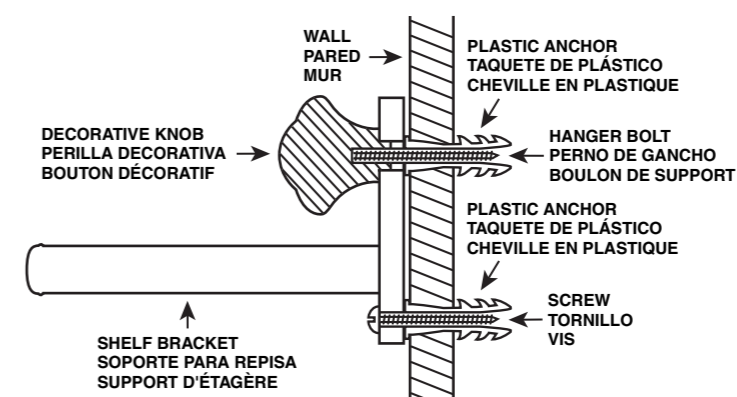

Fig. 3
4. In the center of the mark, drill a 5/32" dia. hole 1-1/2" deep. If you do not hit a stud, use the plastic anchor provided. This will require opening the hole diameter to 5/16". To install the plastic anchor, push it into the hole until flush to the wall. Screw the blunt end of the hanger bolt into the decorative knob. Using the decorative knob, screw the shelf assembly to the wall, **Fig. 3**.
4. En el centro de la marca, taladre un agujero de 0,4 cm (5/32") de diámetro y 3,8 cm (1-1/2") de profundidad. Si taladra en una pared hueca, utilice el taquete de plástico que viene incluido. Para esto necesitará ampliar el diámetro del agujero a 0,8 cm (5/16"). Después, introduzca el taquete hasta que quede al nivel de la pared. Atonille en la perilla decorativa el extremo romo del perno de gancho. Atonille la perilla decorativa, para sujetar el conjunto de la repisa a la pared, **Fig. 3**.
4. Dans le centre de cette marque, percez un trou de 0,4 cm de diamètre sur une profondeur de 3,8 cm. Si vous ne touchez pas de tirant, utilisez la cheville en plastique qui est fournie. Il faudra alors rouvrir le diamètre du trou jusqu'à 0,8 cm. Pour insérer la cheville en plastique, l'enfoncez dans le trou jusqu'à ce qu'elle soit de niveau avec le mur. Vissez l'extrémité tronquée du boulon de support dans le bouton décoratif. En utilisant le bouton décoratif, vissez l'ensemble de l'étagère sur le mur, **Fig. 3**.